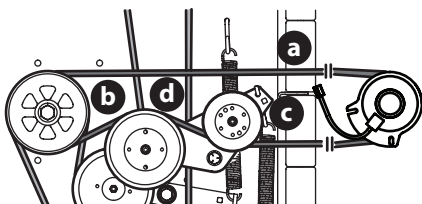

Fig. 60
1. Extraiga la correa de la PTO (a) de la cubierta siguiendo las instrucciones que figuran en la sección Retiro de la plataforma y luego quítela de alrededor del embrague de la PTO (Fig. 60).
2. Coloque la correa de la PTO (a) (Fig. 60).
3. Después de pasar la correa alrededor de la polea de la PTO (b), use una llave de 1/2" (2 mm) en el soporte de la polea loca (c) y gire hacia la derecha de la cortadora para terminar de pasar la correa alrededor de la polea loca (d) (Fig. 60).